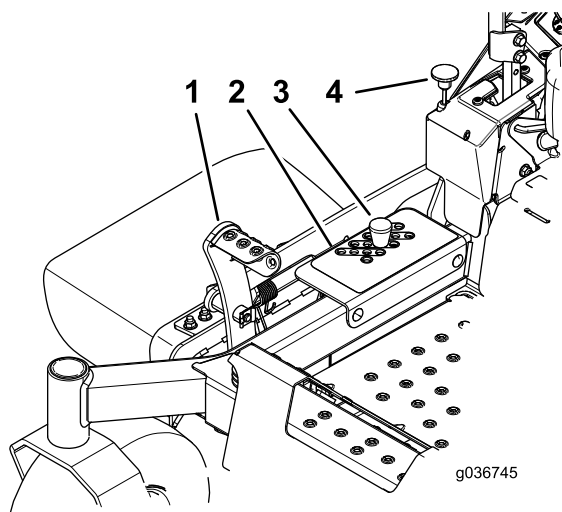

Figura 33
2. Pise el pedal de elevación de la carcasa y eleve la carcasa a la posición de TRANSPORTE (que es también la posición de Altura de corte de 127 mm o 5") como se muestra en Figura 33.
3. Retire el pasador del soporte de altura de corte (Figura 33).
4. Seleccione el taladro del soporte de altura de corte que corresponde a la altura de corte deseada, e inserte el pasador (Figura 33).